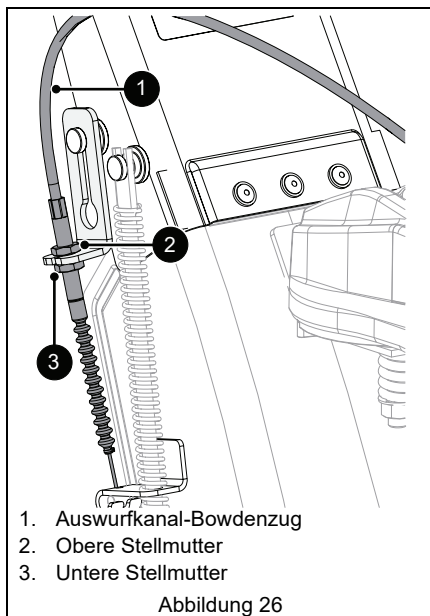

Abbildung 26
2. Muttern am Auswurfkanal-Bowdenzug einstellen. Siehe Abbildung 26.